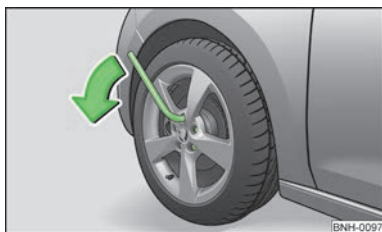

Fig. 112
- Agarrar la llave por el extremo y girar el tornillo aproximadamente una vuelta hacia la izquierda » fig. 112.